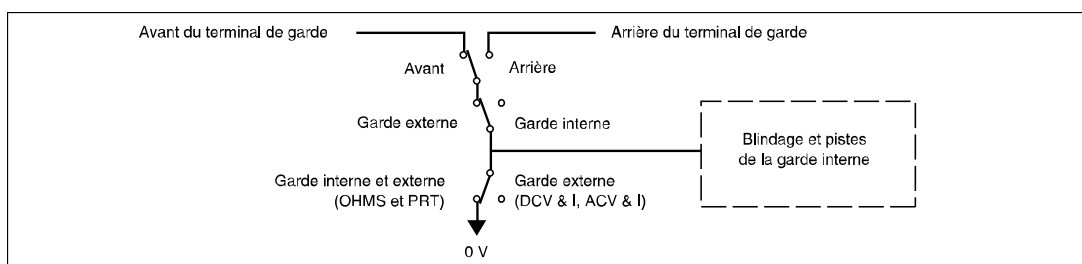

Figure 10. Raccordements de la garde interne
Garde externe (External Guard) sélectionnée (**ACTIVE**) (ON) : Dans les fonctions Ohms ou PRT, la sélection de la fonction Garde externe (External Guard) permet d'obtenir une fonction Garde Ohms (Ohms Guard). Les blindages et les rails de protection internes, ainsi que le terminal GUARD avant ou arrière sélectionné, sont connectés au 0 V interne. Voir figure 10. Reportez-vous à *Sélection des terminaux d'entrée* pour plus d'informations.